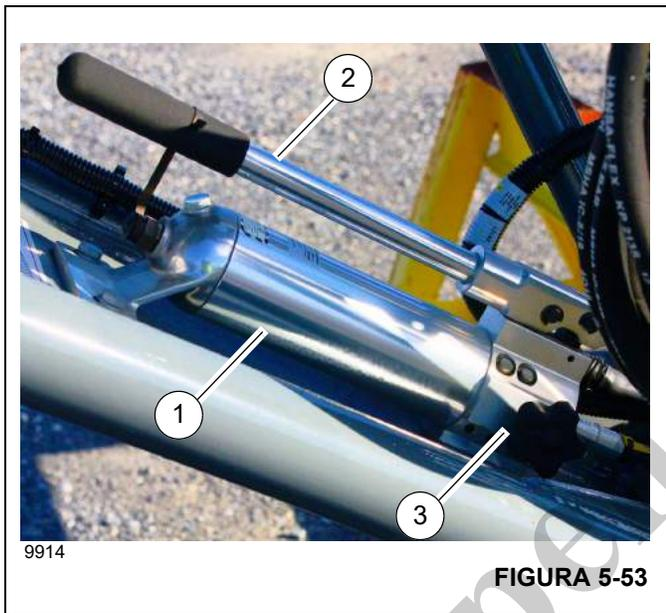

FIGURA 5-53
20. Instale os quatro pinos (5, Figura 5-39) e grampos de retenção (6) para prender a extensão da lança na extremidade da lança. Se necessário, use o macaco (1, Figura 5-53) para instalar o quarto pino: